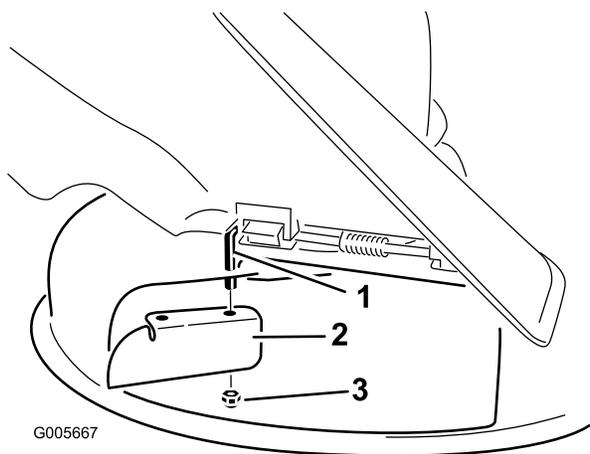

Figura 24
7. Instale la placa deflectora en la varilla de pivote (Figura 24).
- Retire la placa deflectora de la carcasa de corte (Figura 24).